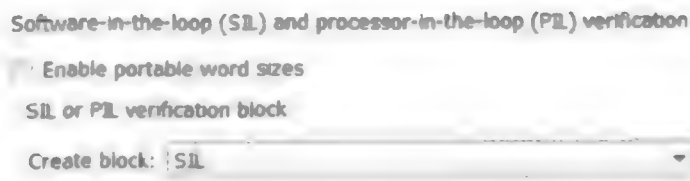

图 5.3.37 选择 SIL 选项
(3) 生成 SIL 模块。在 Real-Time Workshop→SIL and PIL Verification 面板中的 Create block 下拉列表,选择 SIL 选项,如图 5.3.37 所示。